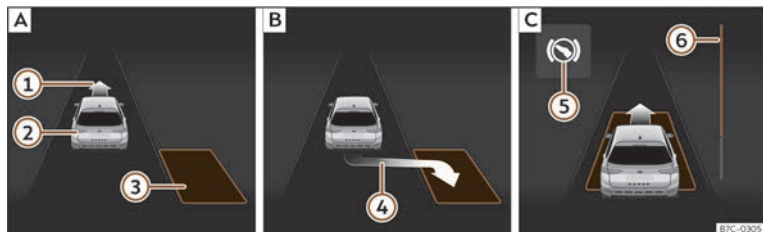
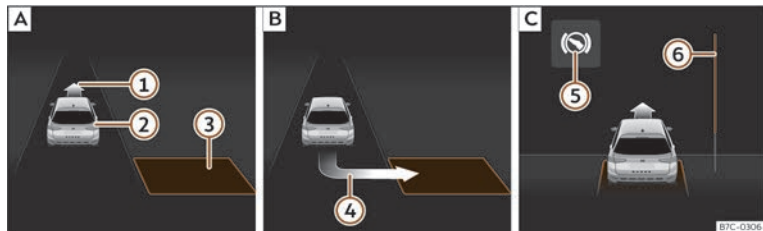

Abb. 136 Am Bildschirm des Kombi-Instruments: längs einparken. **A**: Parklücke suchen. **B**: Position zum Einparken. **C**: Rangieren.
Abb. 137 Am Bildschirm des Kombi-Instruments: quer einparken. **A**: Parklücke suchen. **B**: Position zum Einparken. **C**: Rangieren.
>>> (Abb. 136) **B** oder >>> (Abb. 137) **B** erreicht wurde. Die Parklücke wird als „geeignet“ betrachtet, wenn auf dem Bildschirm des Kombi-Instruments die Anzeige zum Einparken erscheint ④.
- Fahren Sie rückwärts, bis das Dauertonsignal des ParkPilot ertönt; **ODER:** fahren Sie zurück, bis auf dem Bildschirm des Kombi-Instruments die Anzeige für Vorwärtsfahren >>> (Abb. 136) [C] oder >>> (Abb. 137) [C] erscheint; **ODER:** fahren Sie zurück, bis am Bildschirm des Kombi-Instruments die Meldung **Park Assist beendet** erscheint. Die Fortschrittsanzeige ⑥ zeigt den zurückzulegenden Abstand an.
- Treten Sie auf das Bremspedal, bis die Lenkbewegungen des Parklenkassistenten beendet sind; **ODER:** bis das Symbol ⑨ am Bildschirm des Kombi-Instruments erlischt.
- Fahren Sie vorwärts, bis das Dauertonsignal des ParkPilot ertönt; **ODER:** fahren Sie vorwärts, bis am Bildschirm des Kombi-Instruments die Anzeige zur Rückwärtsfahrt erscheint. Der Parklenkassistent lenkt das Fahrzeug so lange beim Vorwärts- und Rückwärtsfahren, bis das Fahrzeug gerade in der Parklücke steht >>> (Abb. 136) [C] bzw. >>> (Abb. 137) [C].
Die Fortschrittsanzeigen >>> (Abb. 136) ⑥ und >>> (Abb. 137) ⑥ am Bildschirm des Kombi-Instruments zeigt symbolisch die noch zu fahrende relative Fahrstrecke an. Je länger die Distanz ist, desto größer ist der Füllstand des Fortschrittsbalkens. Bei Vorwärtsfahrt nimmt die Füllung des Fortschrittsbalkens nach oben ab und bei Rückwärtsfahrt nimmt die Füllung des Fortschrittsbalkens nach unten ab.